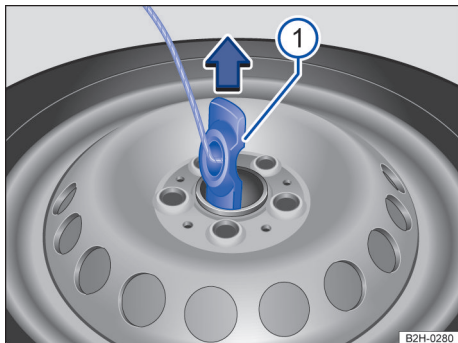

Fig. 207 Rueda de repuesto o de emergencia: soltar el soporte para llantas.
1. Desenrosque el tornillo de seguridad del soporte para llantas → fig. 207 ①.
2. Coloque el soporte para llantas en vertical → fig. 207 ①.